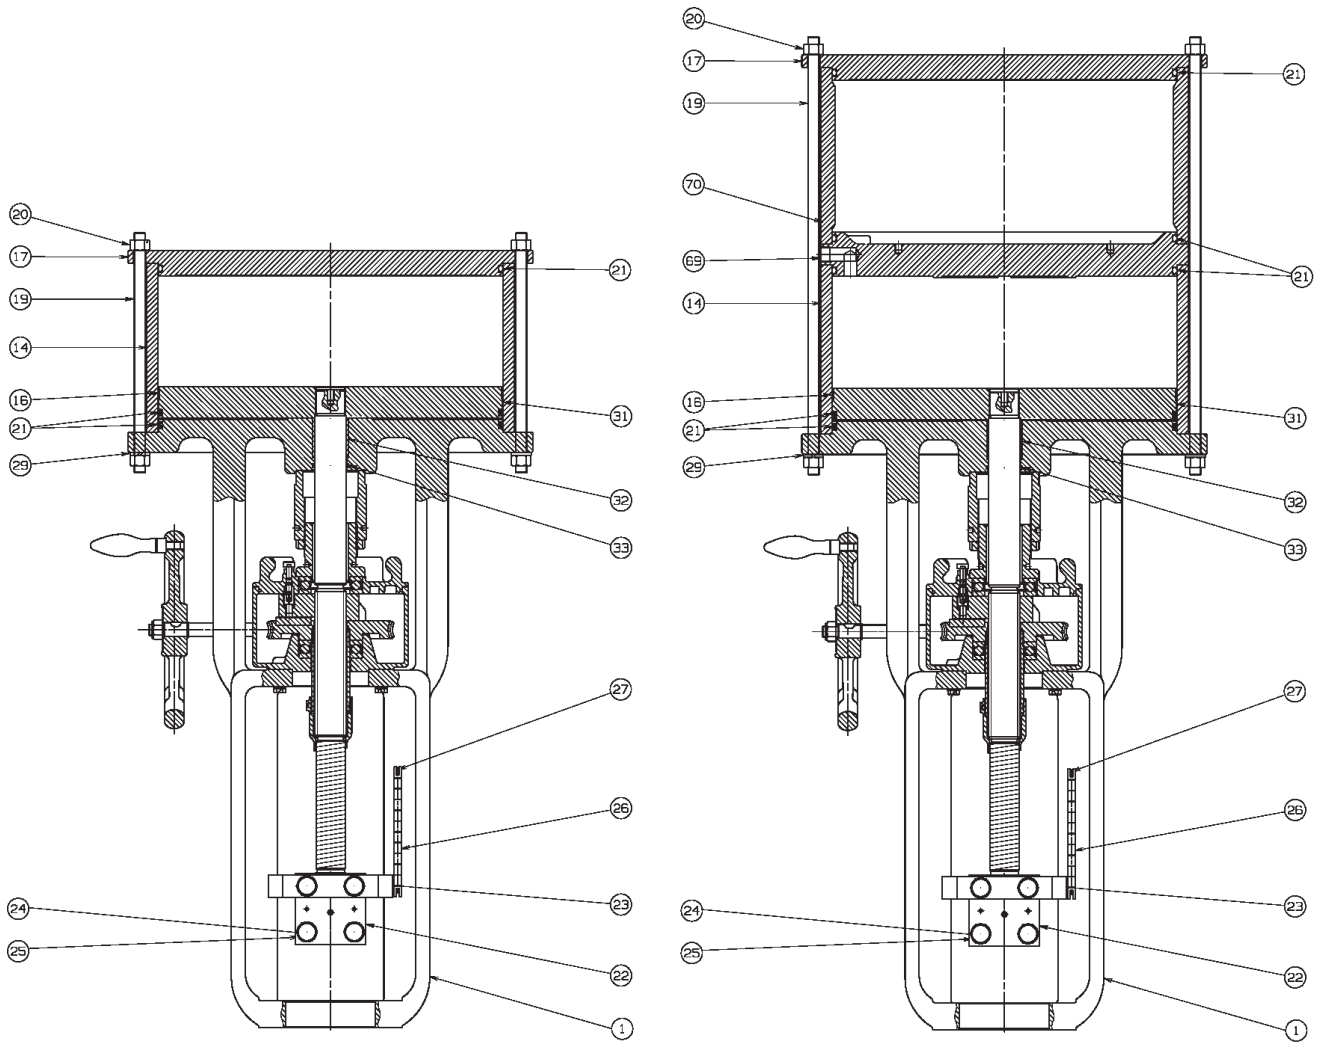
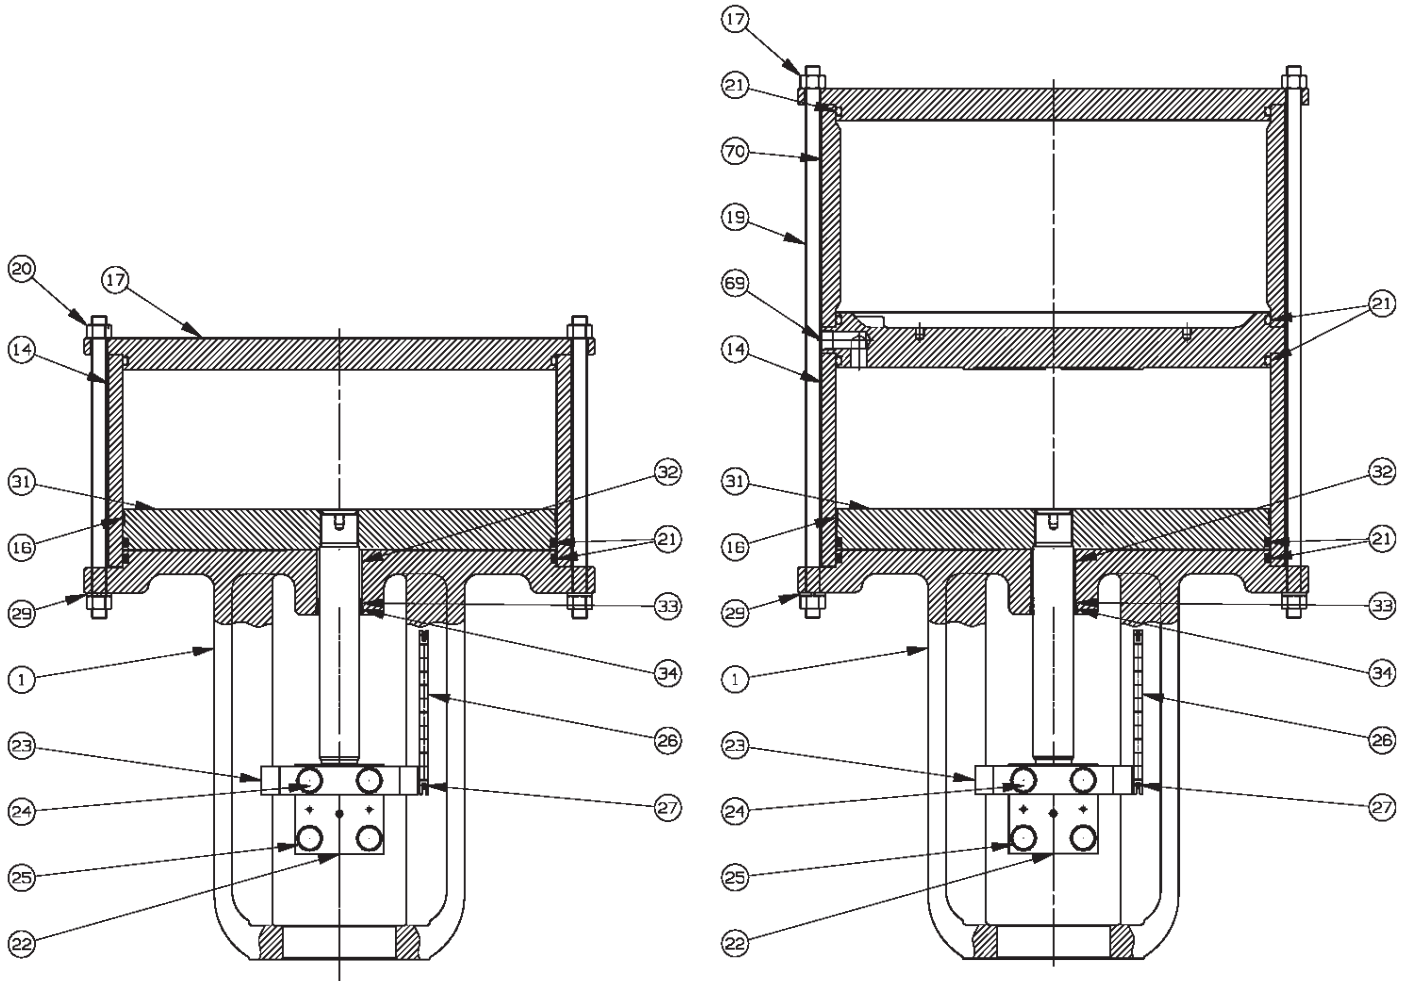

Figura 7 - Modello 51 con Volantino, con/senza camera del volume
Figura 8 - Modello 51 senza volantino, con/senza camera del volume
2. Scollegare le tubazioni dell'aria dalla piastra superiore (17) e dal castello (1) e assicurarsi che non vi sia aria in pressione nel cilindro (Figura 7 e Figura 8).
2. Interrompere l'alimentazione dell'aria all'attuatore e isolare la pressione di processo dalla valvola per impedire il movimento dell'otturatore (Figura 7 a pagina 19).
3. Scollegare le tubazioni dell'aria dalla piastra superiore (17), dalla piastra del separatore (69) e controllare la pressione dell'aria nel cilindro.
4. Rimuovere i dadi esagonali (20), le rondelle elastiche (29) e i bulloni centrali (19).
- **Con camera del volume:** Rimuovere la piastra superiore (17), il tubo della camera del volume (70), la piastra del separatore (69), il tubo del cilindro (14), gli O-ring (21), l'anello guida (16).
- **Senza camera del volume:** Rimuovere la piastra superiore (17), il tubo del cilindro (14), gli O-ring (21), l'anello guida (16).
- **Con doppio pistone:** Rimuovere la piastra superiore (17), il dado del cilindro superiore (20) la rondella elastica (6), piastra del pistone superiore (31), piastra del separatore (69), tubo del cilindro inferiore (14), gli O-ring (21) e l'anello guida (16).
6. Allentare la vite di regolazione (55) nell'adattatore (54) e svitare l'adattatore (54) dal tubo distanziatore (5).
7. Rimuovere il sottogruppo del pistone (31).
3. Scollegare le tubazioni dell'aria dalla piastra superiore (Figura 8 a pagina 20).
4. Rimuovere i dadi esagonali (20), le rondelle elastiche (29) e i bulloni centrali (19). Smontare i dadi esagonali (20).
5. Rimuovere la piastra superiore (17) e il tubo del cilindro (14), evitando accuratamente qualsiasi disallineamento orizzontale.